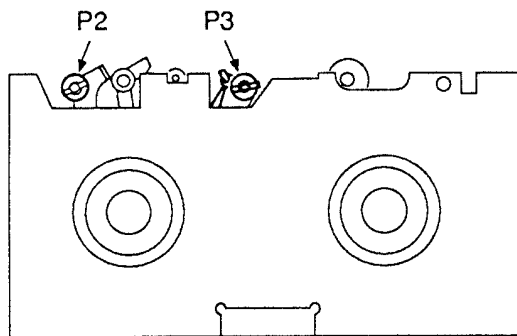

Fig. 27
- Einstellplatte nach Abbildungen Fig. 27 / 30 auf die Wickelteller legen.
- Place the Post Adjustment Plate onto the spool carrier as shown in Fig. 27 / 30.